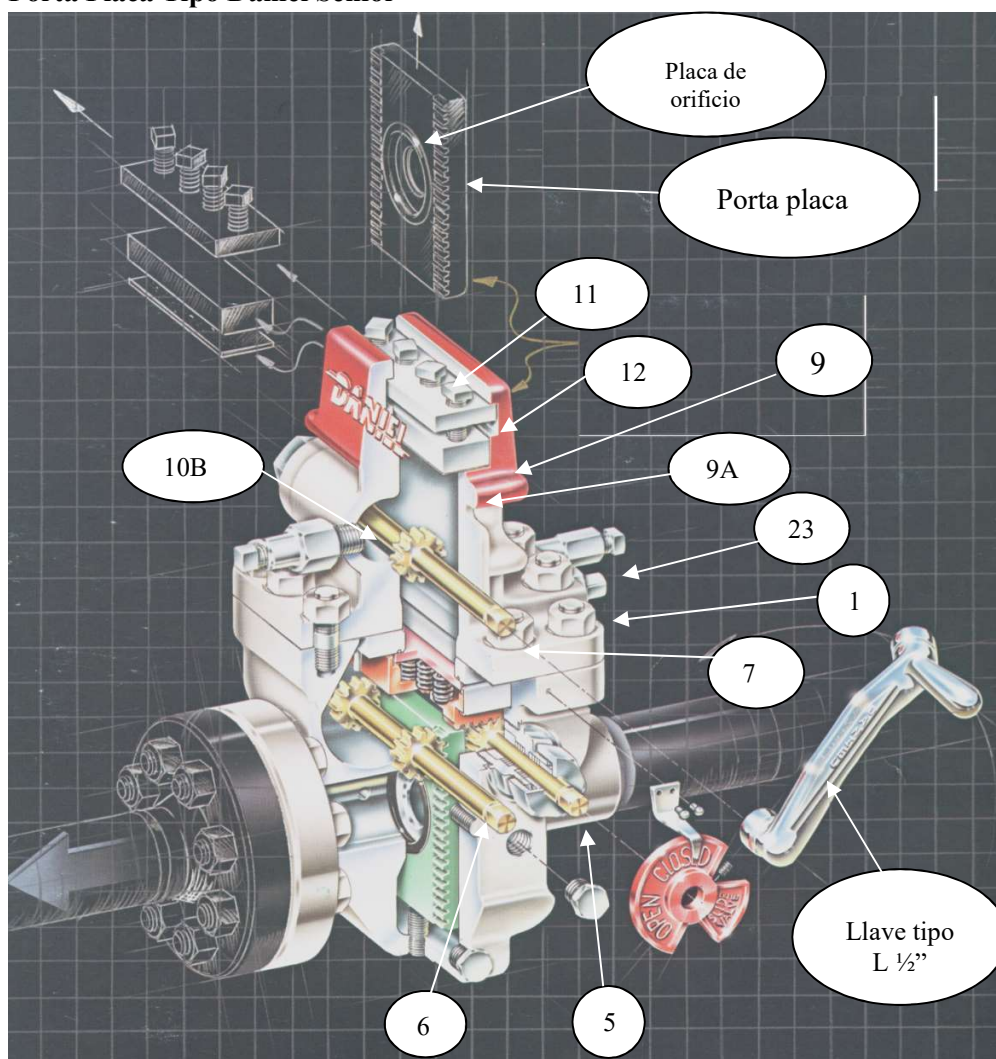

Fig. 1 Representación constructiva y partes de un porta-placa
- a) Gire la manivela en sentido antihorario del eje hasta topar duro (ver fig. 1).
- b) Gire la manivela del engranaje del cargador en sentido horario hasta topar (ver fig1). Instale el cobertor y ajuste los pernos aprisionando de forma cruzada (ver fig2).